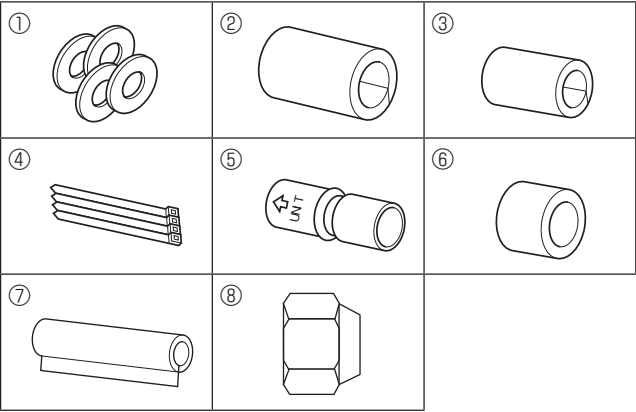

Fig. 3-1
3.1. Перевірте допоміжне приладдя внутрішнього блока (Fig. 3-1)